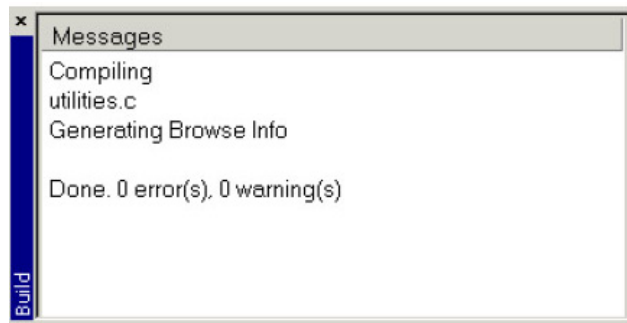

图 6. Build 窗口中的编译处理消息
① 选中 **workspace** 中 *utilities.c* 文件。
② 选择主菜单 **Project > Compile**，或工具条中的 **Compile** 按钮，或按右键后选择 **Compile** 命令。编译结束后在消息窗口中出现如图 6 中的信息。